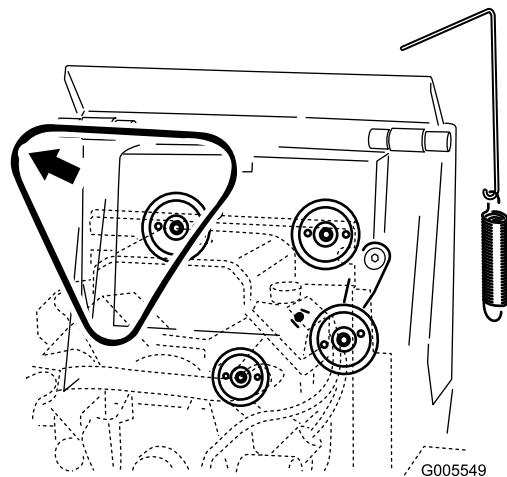

Bild 48
5. Nehmen Sie den Riemen von den drei Scheiben ab (Bild 48).